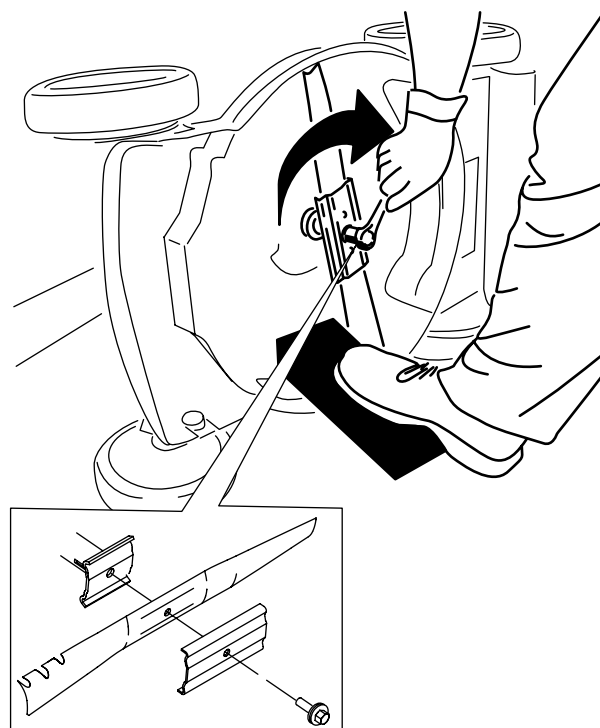

Рисунок 29
5. Установите новый нож, закрепив все крепежные детали (Рисунок 29).